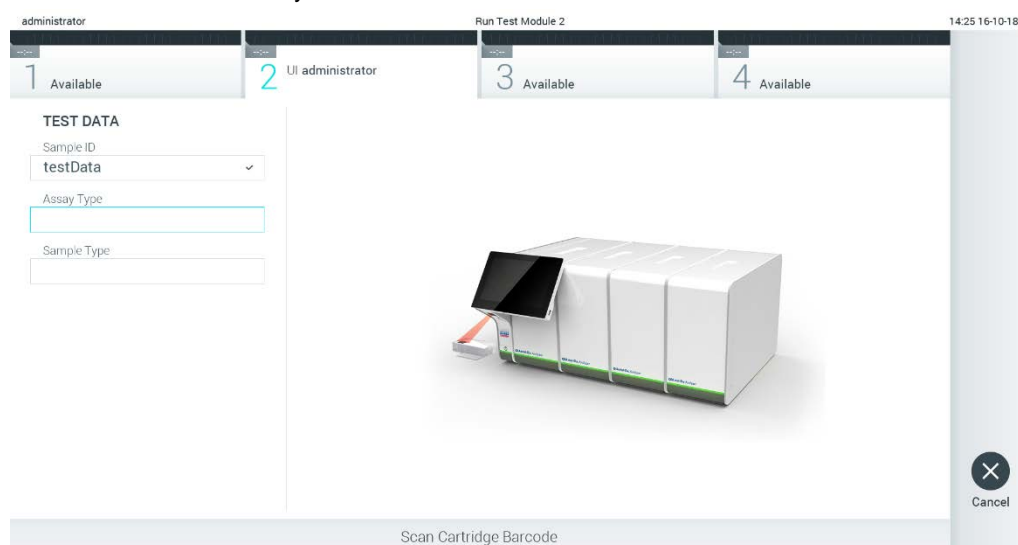

Figura 24. Scanarea codului de bare al cartușului de test QIAstat-Dx.
3. Atunci când vi se solicită acest lucru, scanați codul de bare al cartușului de test QIAstat-Dx pe care îl veți folosi. QIAstat-Dx Analyzer 1.0 recunoaște automat testul care trebuie rulat, în funcție de codul de bare al cartușului de test QIAstat-Dx (Figura 24).